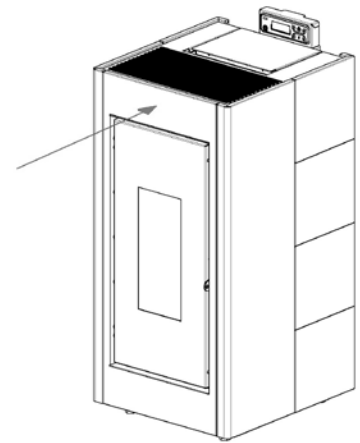

Fig. 40 - Riposizionare il frontale
- Riposizionare il pannello frontale (vedi **Fig. 40**).